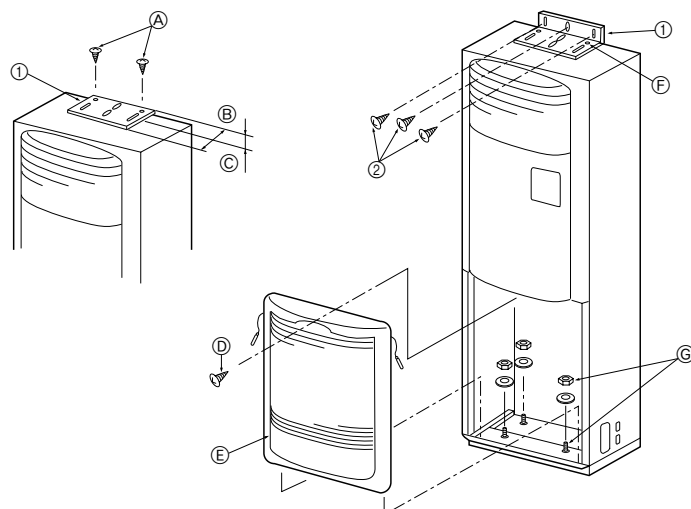

Fig. 3-2
3.2. Klammer, die das Umkippen verhindert (Fig. 3-2)